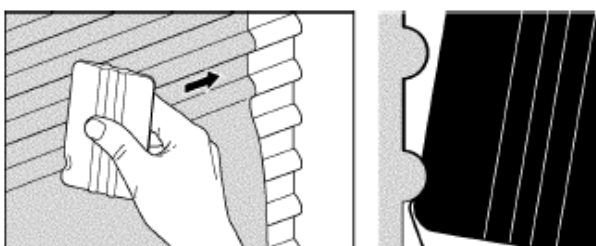

Рис. 11. Наклеивание вершины гофра
4. Прижать пленку движением поставленной поперек кромки ракеля вдоль вершины гофра, прикладывая достаточно сильное давление, чтобы кромка изогнулась. При этом пленка загибается в сторону нижнего желобка гофра, не прилипая раньше времени к плоскому участку под ним. См. Рис. 11.